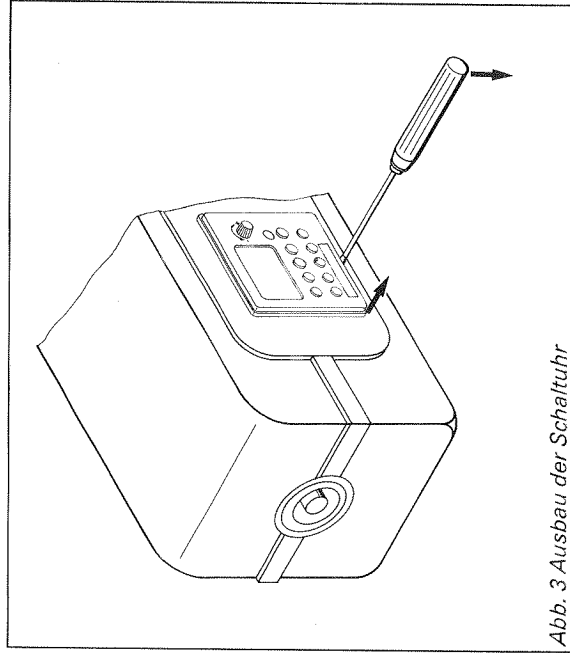

Abb. 3 Ausbau der Schaltuhr
2. Schaltuhr mit einem kleinen Schraubendreher nach vorn ausrasten (an den entsprechenden Aussparungen rechts, links und unterhalb der Schaltuhr), und Schaltuhr herausziehen (Abb. 3).